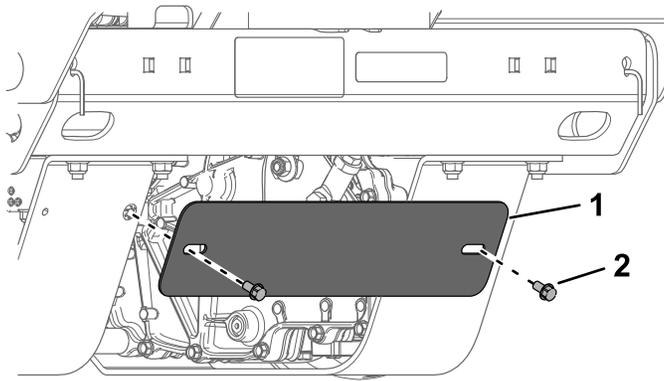

図 63
4. ボルト 2 本とガードプレートを取り外す図 63。
9. ガードプレートを取り付ける 図 63。